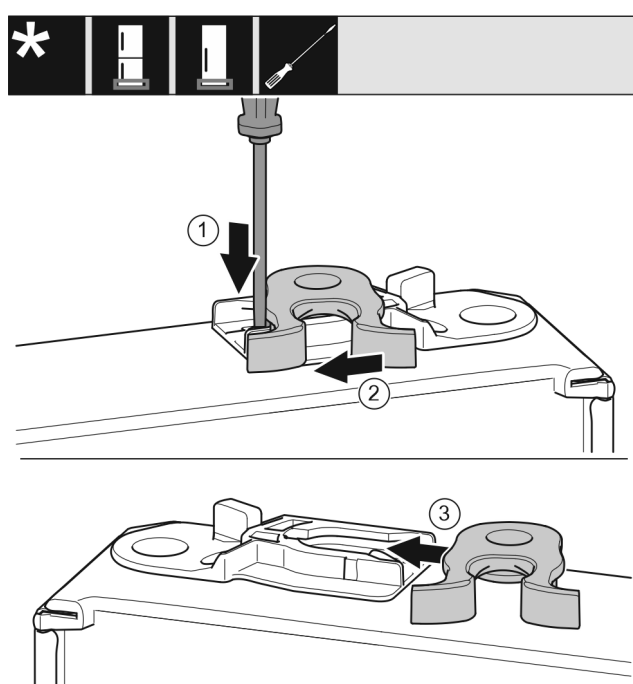

Fig. 27
- ▶ Premere la linguetta verso il basso con un cacciavite a testa a intaglio. Fig. 27 (1)
- ▶ Estrarre il gancio di chiusura dalla guida. Fig. 27 (2)
- ▶ Spingere il gancio di chiusura sull'altro lato nella guida. Fig. 27 (3)